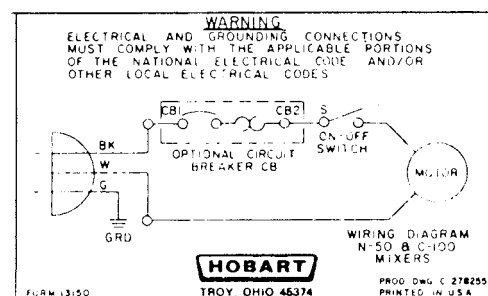

Fig. 6-2
2. Circuit Operation (Fig. 6-2).